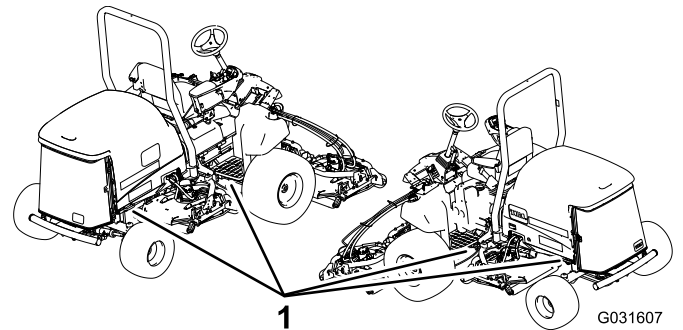

Figura 43
5. Utilize os aros de fixação metálicos na máquina (Figura 43) para prender firmemente a máquina ao atrelado ou veículo com cintas, correntes, cabo ou cordas.